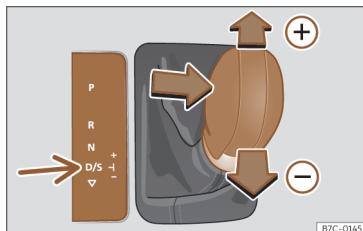

Fig. 92 Console centrale : changer avec tiptronic.
- Poussez les leviers vers l'avant (+) ou vers l'arrière (-) pour augmenter ou réduire la vitesse >>> **fig. 92**.